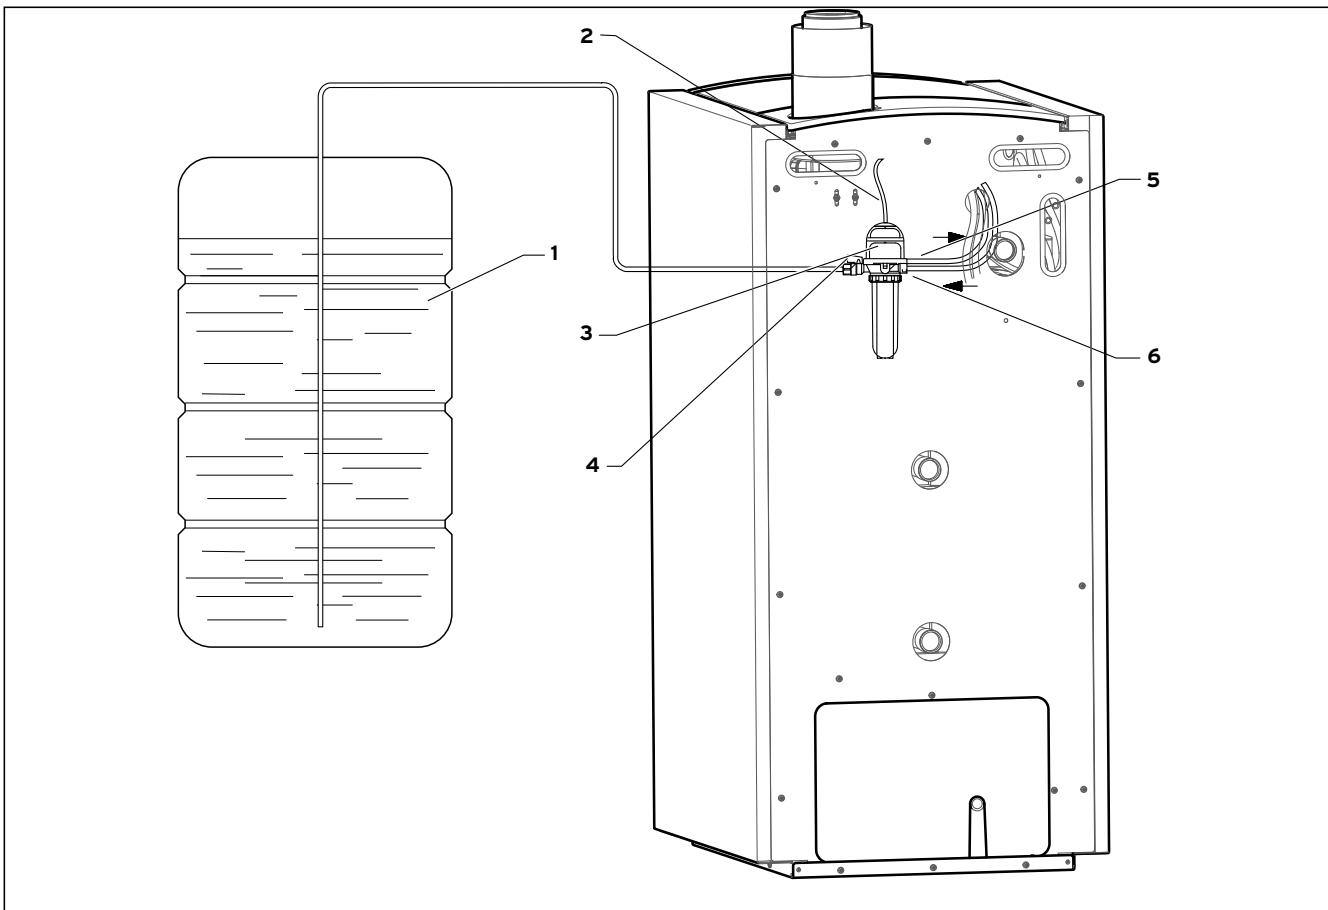
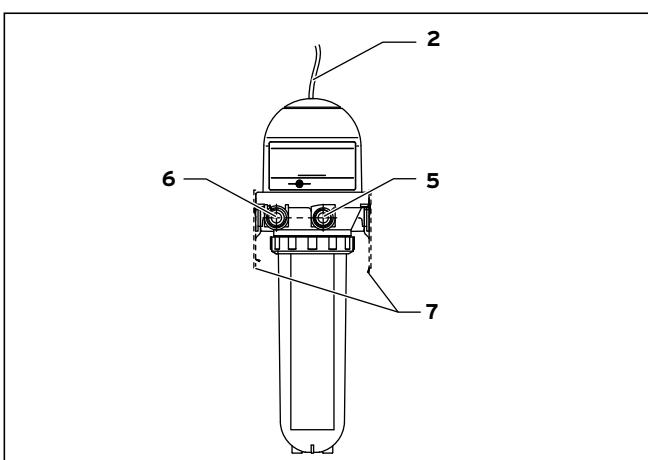

Abb. 4.1 Einbaubeispiel Heizölenlüfter
Abb. 4.2 Heizölenlüfter
Legende zu Abb. 4.1 und Abb. 4.2
- Schließen Sie die Ölleitung vom Öltank (1) (siehe Abb. 4.1) und vom Brenner an den Heizö lentlüfter (3) an.
Sie dürfen die Ölleitung nicht vertauscht an Vorlauf- (5) und Rücklaufanschluss (6) (siehe Abb. 4.1) montieren, da dies zu Schäden am Heizö lentlüfter und Brennerpumpe führen kann. Vorlauf und Rücklauf sind an Brenner, Schläuchen und Heizö lentlüfter mit Pfeilen gekennzeichnet.
- Stecken Sie die Entgasungsleitung (2) (siehe Abb. 4.1) auf den Anschlussnippel
- Führen Sie die Entgasungsleitung wie in Abb. 4.1 dargestellt in den icoVIT.